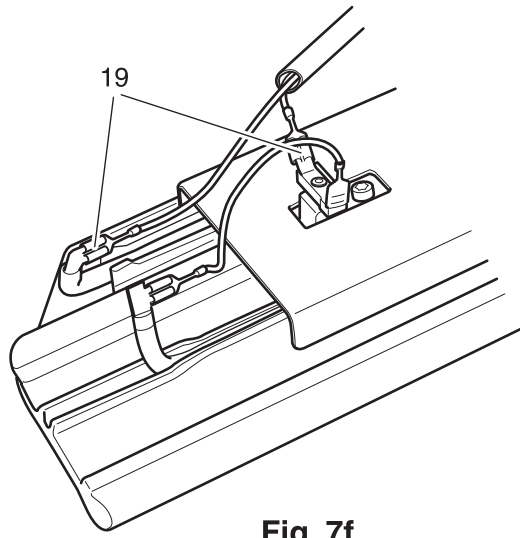

Fig. 7f
- Die Steckverbindungen 19 abziehen (Fig. 7f).